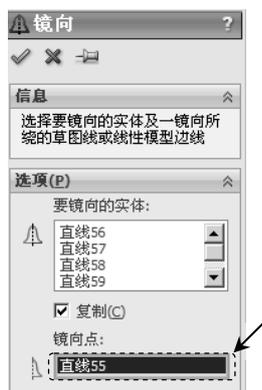

图 2.7.22 “镜向”对话框
Step 2 选择命令。选择下拉菜单 **工具(T)**  **草图工具(T)**  **镜向(M)** 命令，系统弹出图 2.7.22 所示的“镜向”对话框。
Step 4 定义镜像中心线。在“镜向”对话框中单击图 2.7.22 所示的文本框使其激活，然后在系统 **选择镜向所绕的线条或线性模型边线** 的提示下，选取图 2.7.21a 所示的构造线为镜像中心线，单击  按钮，完成草图实体的镜像操作。